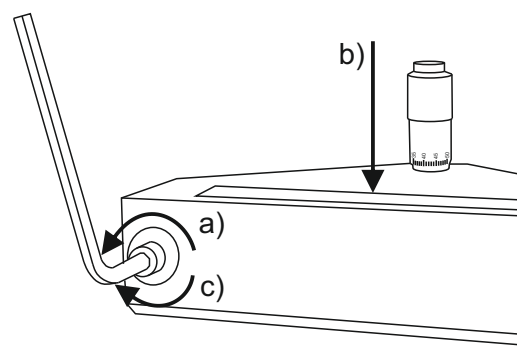

Figura 2
- 3 Empleando una llave hexagonal de 4mm (suministrada), gire los dos tornillos hexagonales en sentido antihorario para aflojarlos, presione la cuchilla firmemente contra la superficie plana y luego apriete los dos tornillos –girando en sentido horario (Figura 2).